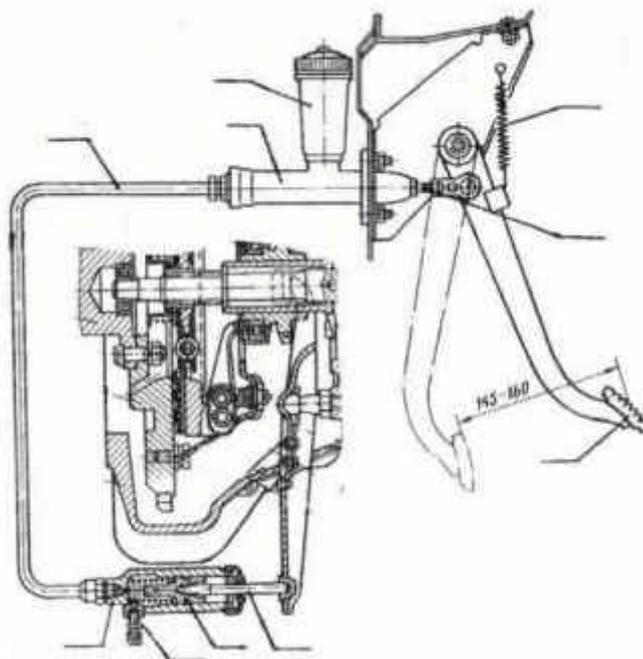

Рис. 15.2. Схема гидравлического привода сцепления:
2. Обозначьте, согласно указателю (рис. 15.2), номер детали и прибора гидропривода сцепления, соответствующий подрисовочной подписи